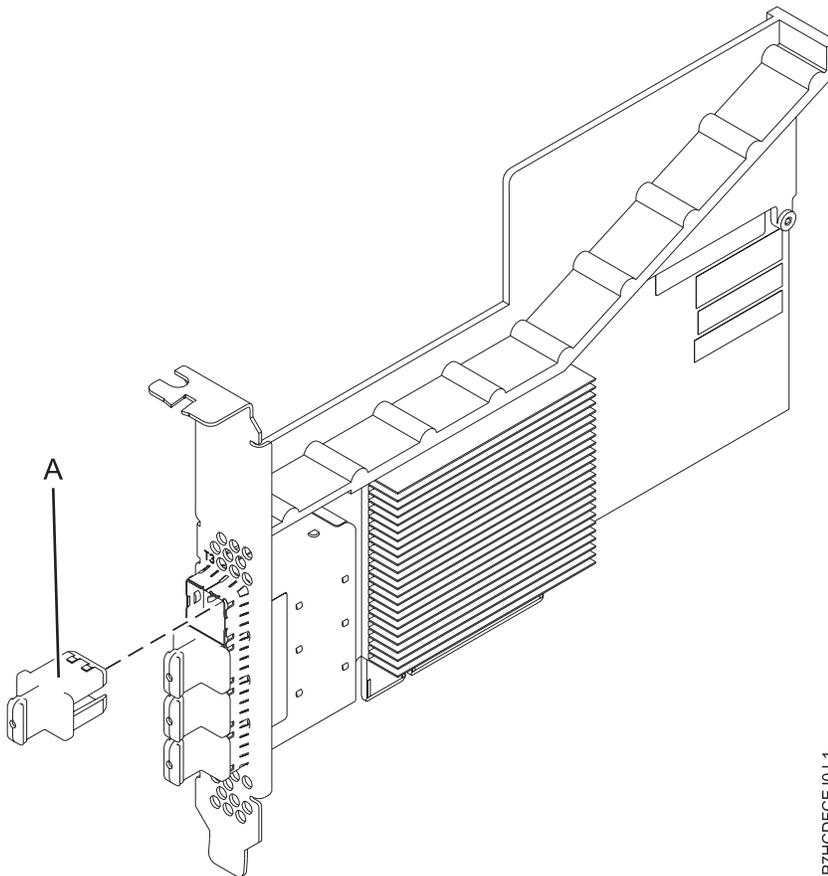

Figure 28. Carte PCIe3 à 4 ports SAS x8
La carte PCIe3 à 4 ports SASA x8 est une carte PCI Express (PCIe) SAS RAID de troisième génération, courte et à faible encombrement mais destinée à une installation pleine hauteur. La carte est destinée à des applications SAS (Serial Attached SCSI) hautes performances et haute densité. Elle prend en charge le raccordement d'unité de bande ou DVD SAS à l'aide de quatre connecteurs mini-SAS haute densité (HD) x4 qui permettent d'utiliser les liaisons physiques dans différentes configurations étroites et larges de ports. Le raccordement de bande magnétique n'est pris en charge qu'avec une configuration de carte unique et ne peut pas être combiné avec un disque SAS sur la même carte. L'adaptateur ne dispose pas d'un cache en écriture. La figure 28, à la page 84 illustre la carte PCIe3 à 4 ports SASA x8.
La figure 28 représente la carte. Le capuchon du connecteur (A) est installé dans un port vide et empêche que ce port ne soit endommagé lorsqu'un câble d'un connecteur de port adjacent est branché ou retiré.